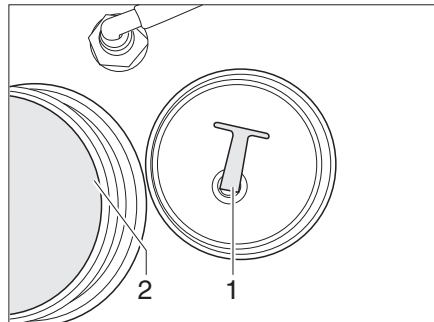

Bild 136 Vattentank
- Skruva av locket (Bild 136,2).
- Skruva av locket (Bild 136,2) från vattentanken.
- Skruva ur proppen (Bild 136,1) ur utloppsöppningen. Vattnet rinner ut.